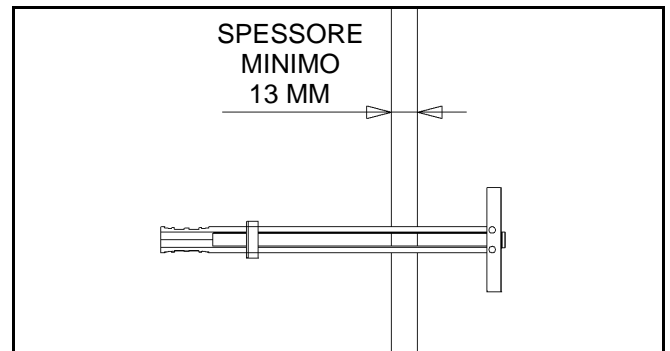

Figura 10.
4. Con i tasselli in plastica (100) inseriti nel foro, ruotare l'estremità all'interno del foro perpendicolarmente alla parete (figura 10).